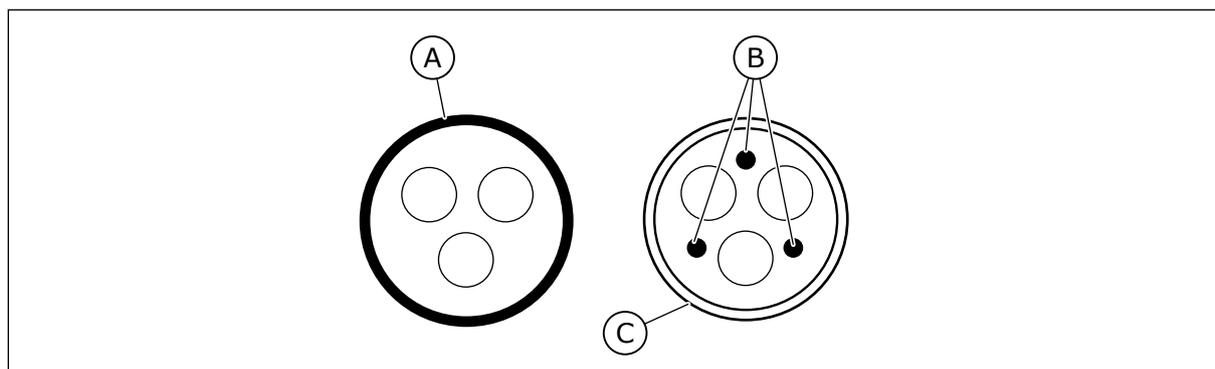

Fig. 20: Câbles avec conducteurs PE
2. Un câble d'alimentation symétrique doté d'un fil de protection concentrique. Un câble pour la tension secteur spécifiée. Nous recommandons l'utilisation d'un câble NKCABLES/MCMK. Voir *Fig. 20*.
3. Un câble d'alimentation symétrique doté d'un blindage compact à faible impédance. Un câble pour la tension secteur spécifiée. Nous recommandons l'utilisation d'un câble NKCABLES/MCCMK, SAB/ÖZCUY-J ou équivalent. Voir *Fig. 20*. * = Pour les niveaux CEM C1 et C2, il faut disposer d'une mise à la terre à 360° du blindage avec presse-étoupe à l'extrémité moteur.